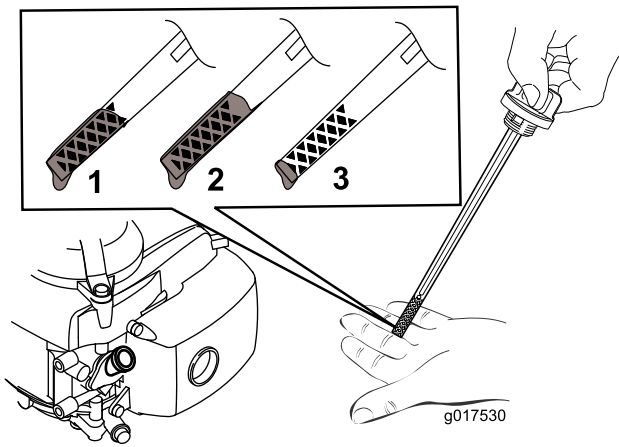

Bild 5
2. Ziehen Sie den Peilstab (Bild 5) heraus.
Hinweis: Füllen Sie das Motorkurbelgehäuse mit Öl, bis der Peilstab angibt, dass der Ölstand richtig ist, wie in Bild 5 dargestellt. Wenn Sie zu viel Öl in den Motor füllen, lassen Sie etwas Öl ab, siehe „Wechseln des Motoröls“.